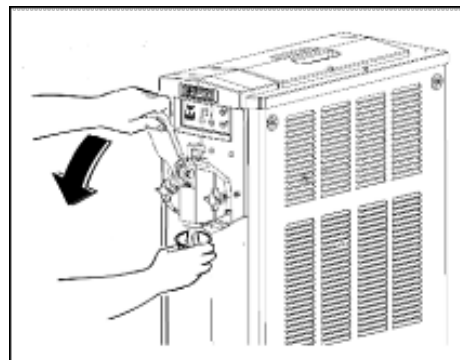

Fig. 33
- Per erogare il prodotto, posizionare un bicchiere sotto il rubinetto e tirare la leva come mostrato in Fig. 33. Il mescolatore riprenderà a girare, avviando la fase di erogazione.